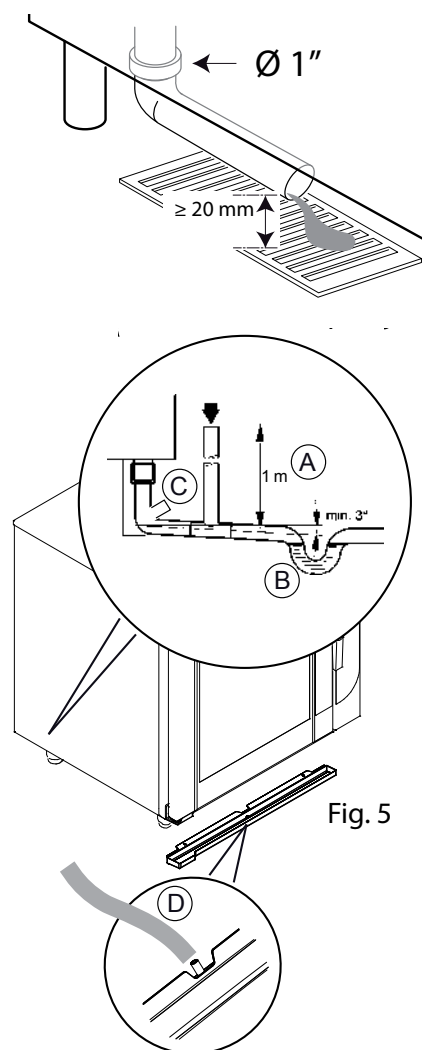

Fig. 5
2. Überprüfen Sie die korrekte Neigung des Behälters und des Abwasserabflusses. Die Vorrichtung muss den Abfluss des Abwassers in den Kanal fördern. ZWISCHEN dem Wasserabfluss, der vom Ofen kommt und dem Siphon muss ein offenes Entlüftungsrohr (Abb. 5/A) in einem Meter Höhe oder ein so genannter Becherabfluss installiert werden, um den Abfluss des Wassers zu fördern.
4. Der Anschluss zwischen der Ladenhalterung und dem Hauptabfluss (Abb. 5/C) mit Hilfe des mitgelieferten Rohrs (Abb. 5/D) muss korrekt ausgeführt werden.